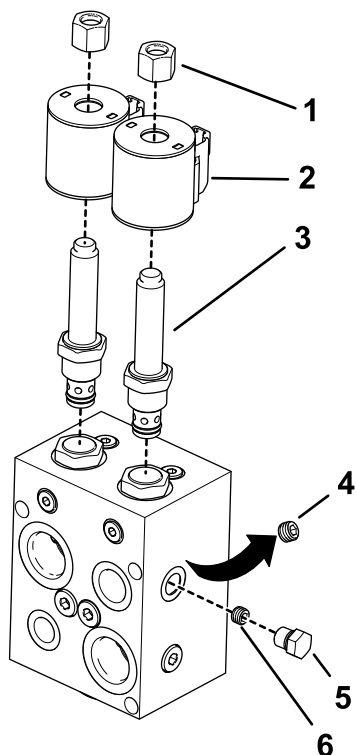

図 5
2. 図 5 のように、フローデバイダマニホールドに必要なパーツを取り付ける。